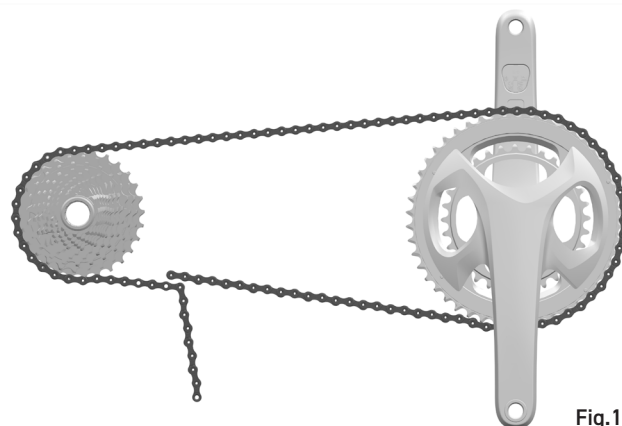

Fig.1
- Determinate la lunghezza corretta della catena senza farla passare per il cambio e posizionandola sul pignone più grande e sull'ingranaggio maggiore (Fig 1).